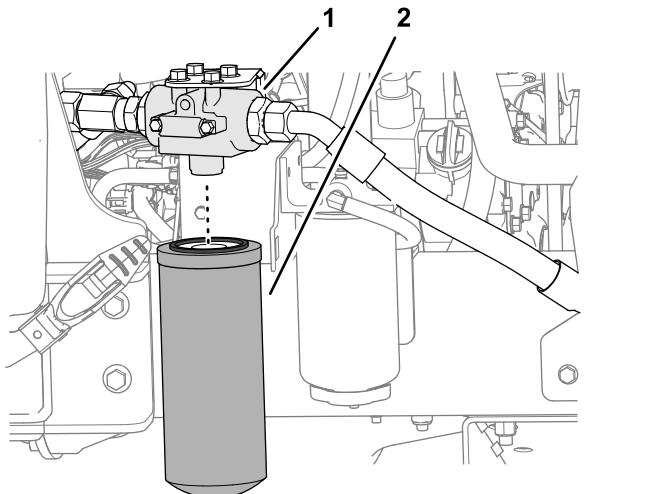

Figura 74
- Monte el filtro en la cabeza del filtro y apriételo a mano hasta que la junta entre en contacto con la superficie de montaje, luego gírelo media vuelta más (Figura 74).
- En el lado izquierdo de la máquina, limpie la zona alrededor de la cabeza del filtro y coloque un recipiente debajo del filtro (Figura 74).
- Retire el filtro de retorno (Figura 74).